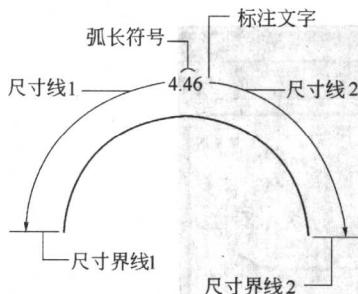

图 1-14 弧长标注示意
弧长标注通过以下方式表示：①标注文字上方或前面的弧长符号；②从圆弧的起点到端点的尺寸线；③显示圆弧的起点和端点的尺寸界线（图 1-14）。